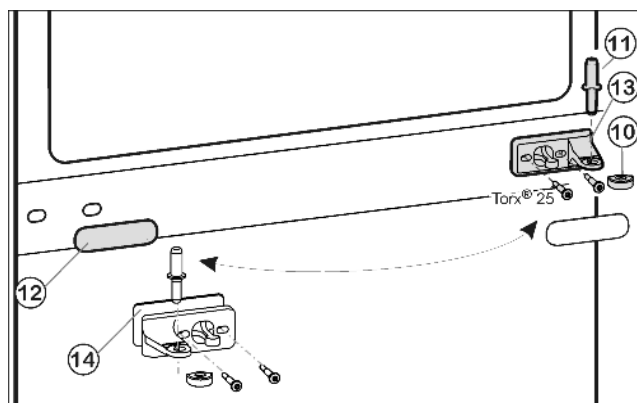
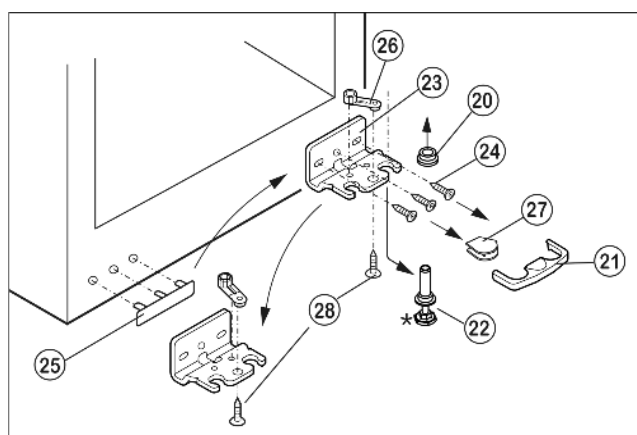

Fig. 5
Fig. 6
- Retirer le pivot d'appui central Fig. 5 (11) de sa charnière et de la porte inférieure.
- Retirer le capuchon en matière plastique Fig. 5 (10).
- Démontez la charnière du milieu Fig. 5 (13).
- ▶ Retirer avec précaution le panneau-cache Fig. 5 (12).
- ▶ Visser le support d'appui du milieu Fig. 5 (13), pivoté à 180°, sur le nouveau côté charnière avec un couple de serrage de 4 Nm.
- ▶ Faire encliqueter le panneau-cache Fig. 5 (12) tourné à 180° du nouveau côté de la poignée.
- ▶ Enlever le dispositif d'arrêt Fig. 6 (21) vers l'avant.
- ▶ Enlever le cache Fig. 6 (27) en bas.*
- ▶ Visser entièrement le pied réglable. Fig. 6 (22)
- ▶ Enlever le pivot Fig. 6 (22) vers le bas et vers l'avant. Ce faisant, respecter la douille de charnière Fig. 6 (20).
- ▶ Dévisser le support d'appui Fig. 6 (23)(3 x Torx 25) Fig. 6 (24).
- ▶ Dévisser l'élément pivotant Fig. 6 (26)(1 x vis Torx 25) Fig. 6 (28) et le replacer dans le logement opposé de la charnière, ensuite le revisser.
- ▶ Soulever le cache Fig. 6 (25) du côté poignée avec précaution et le déplacer.
- ▶ Revisser le support d'appui Fig. 6 (23) sur le nouveau côté charnière en utilisant une visseuse sans fil si nécessaire, avec un couple de serrage de 4 Nm.
- ▶ Mettre le cache Fig. 6 (27) sur le côté opposé.*
- ▶ Le dispositif d'arrêt (21) doit s'enclencher latéralement sur la charnière afin de protéger les pivots d'appui et la porte.
- ▶ Replacer le dispositif d'arrêt (21) sur la charnière.
- ▶ Remettre en place la douille de charnière Fig. 6 (20).
- ▶ Placer la porte supérieure par le haut sur le pivot d'appui inférieur Fig. 6 (22).
- ▶ Remettre le capuchon en plastique Fig. 5 (10) sur la charnière du milieu Fig. 5 (13).
- ▶ Placer le pivot du milieu Fig. 5 (11) sur le nouveau côté charnière à travers la charnière du milieu Fig. 5 (13) dans la porte inférieure.
- ▶ Placer la porte supérieure sur le pivot du milieu Fig. 5 (11).
- ▶ Aligner éventuellement les portes par rapport aux deux trous oblongs du support d'appui inférieur Fig. 6 (23) et du support d'appui central Fig. 5 (13) pour qu'elle affleure avec l'habillage de l'appareil. Pour cela, dévisser les vis centrales du support d'appui inférieur Fig. 6 (23).